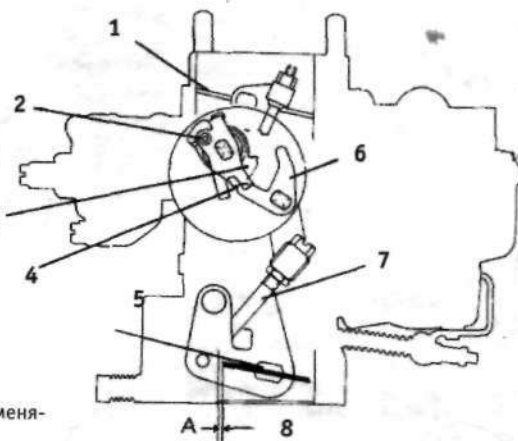

Рис.13.7. Регулирование положения дроссельной заслонки при быстрых холостых оборотах (карбюратор Solex C30 DI 40) (раздел 5):
4. Для того, чтобы отрегулировать положение дроссельной заслонки при быстрых холостых оборотах, установить рычаг быстрых холостых оборотов на первый выступ кулачка (см. рис.13.7), используя эластичную ленту для того, чтобы смоделировать действие биметаллической пружины (крышка снята). С помощью сверла проверить, чтобы расстояние "А" было равно 0,80-0,85 мм и при необходимости отрегулировать его с помощью винта на стопорном рычаге быстрых холостых оборотов.